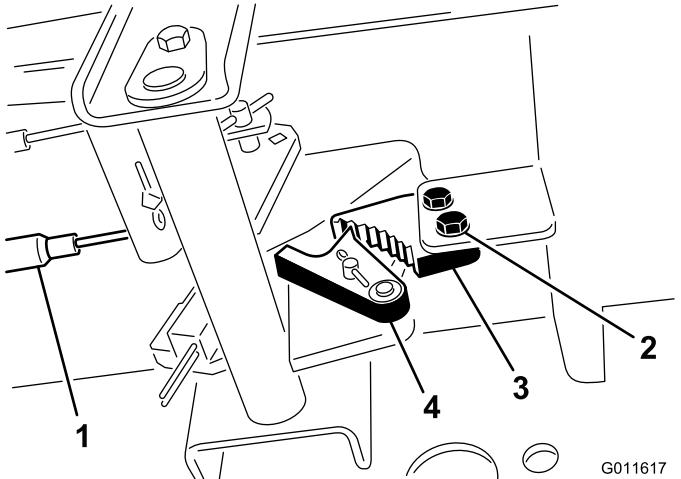

Bild 44
1. Lösen Sie die zwei Schrauben, mit denen die Sperre der Feststellbremse am Rahmen befestigt ist (Bild 44).
2. Drücken Sie das Pedal der Feststellbremse nach vorne, bis der Bremsauslöser ganz an der Bremssperre greift (Bild 44).